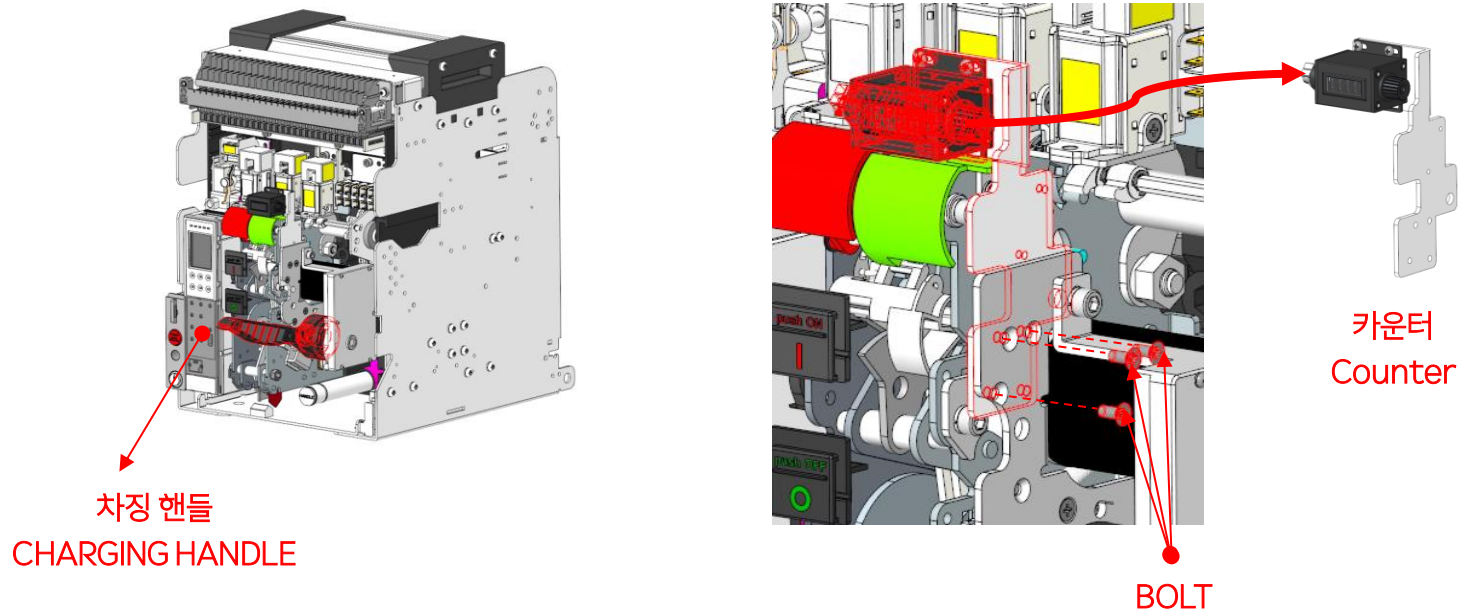

FIG 3
3. 차징 핸들을 내리고, (+)드라이버를 이용하여 카운터 볼트 3개를 풀어 카운터를 분리 합니다. [FIG 3]
3. Let down the CHARGING HANDLE, then loosen the 3 counter bolts using (+) driver and remove the counter. [FIG 3]